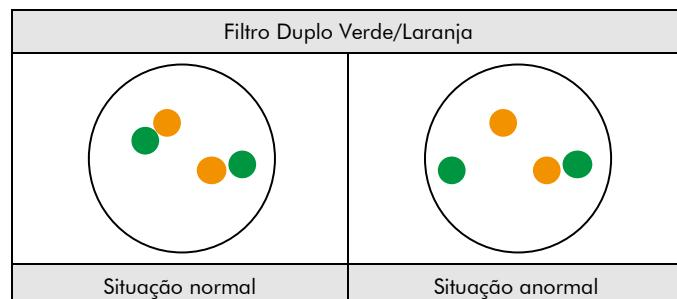

Fig. 2: Resultados esperados em núcleos normais e anormais
**Situação normal:** Em interfares de células normais ou em células sem translocação envolvendo a região do gene CSF1R, são visíveis dois sinais de fusão verde/laranja (ver Fig. 2).
**Situação anormal:** Uma região do gene CSF1R afetada por uma translocação é indicada por um sinal verde e laranja separados (ver Fig. 2).